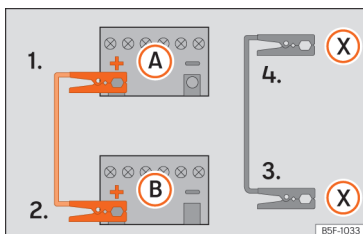

Abb. 46 Anschlusschema für Fahrzeuge mit Start-Stopp-System.
- 4b. Bei Fahrzeugen mit Start-Stopp-System: ein Ende des schwarzen Starthilfekabels (X) an einen geeigneten Masseanschluss, ein massives, fest mit dem Motorblock verschraubtes Metallteil oder an den Motorblock selbst anklammern » » Abb. 46.
5. Klemmen Sie das andere Ende des schwarzen Starthilfekabels (X) im Fahrzeug mit der entladenen Batterie an ein mit dem Motorblock verschraubtes, massives Metallteil oder an den Motorblock selbst, aber so weit wie möglich von der Batterie (A) entfernt an.